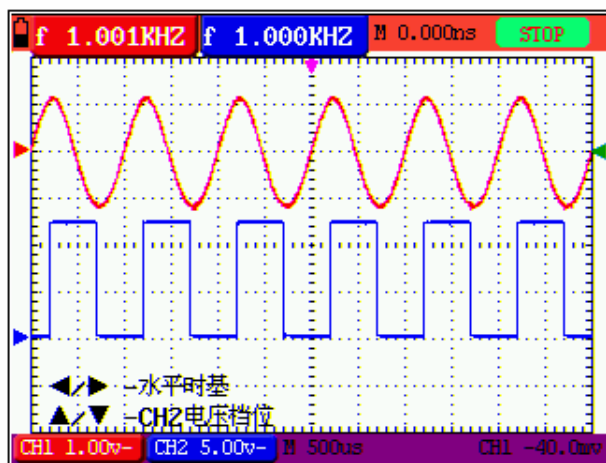

图 13：屏幕锁定
2. 再按 **RUN/STOP** 键，示波器恢复测量。见图 13：